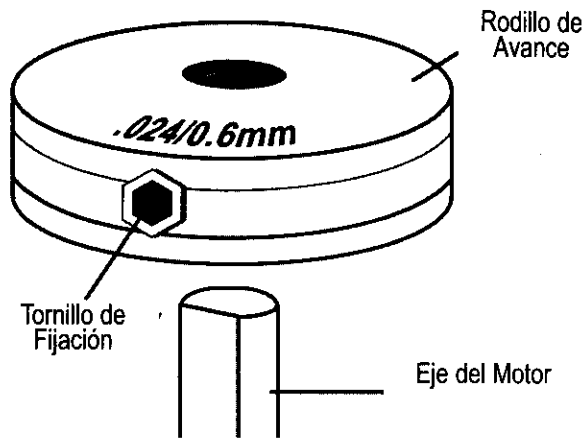

Figura 5. Rodillo de Avance
4. Busque el lado del rodillo que está estampado con el mismo diámetro que el alambre que se va a instalar (ver la Figura 5 y si usa unidades métricas, ver la descripción). Presionar el rodillo de avance en el eje del motor alineando el tornillo de fijación con el lado plano del eje. Asegurarse que el lado estampado con el número del diámetro del alambre deseado no quede hacia usted.